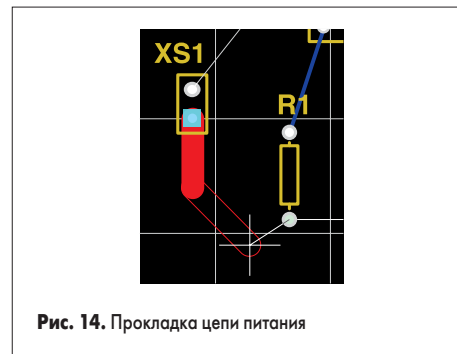

Рис. 14. Прокладка цепи питания
2. Наведем указатель мыши на нижний вывод разъема XS1, выполним щелчок левой кнопкой мыши и сдвинем указатель немного вниз и вправо, как показано на рис. 14.